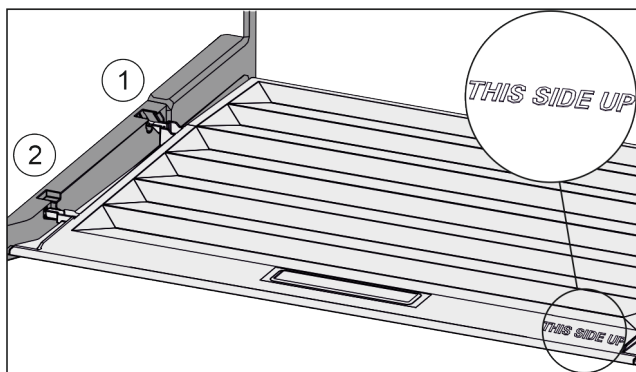

Fig. 150
- ▶ Robova predala vstavite nad odprtino zadnjega držala Fig. 150 (1), spredaj pa ju zataknete v držalo Fig. 150 (2).